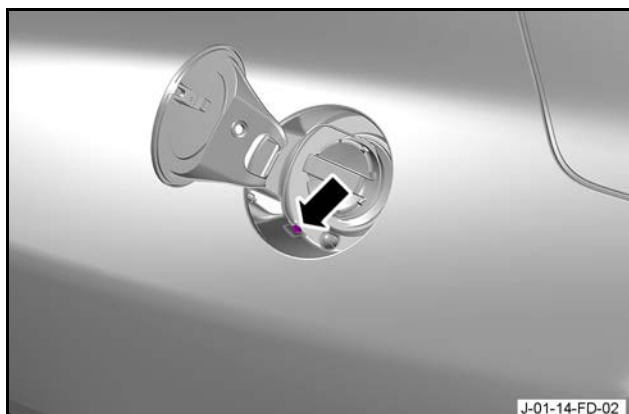

Figure 2
3. Déposez la vis qui fixe la sangle du bouchon de la trappe à carburant à la carrosserie (voir Figure 2).